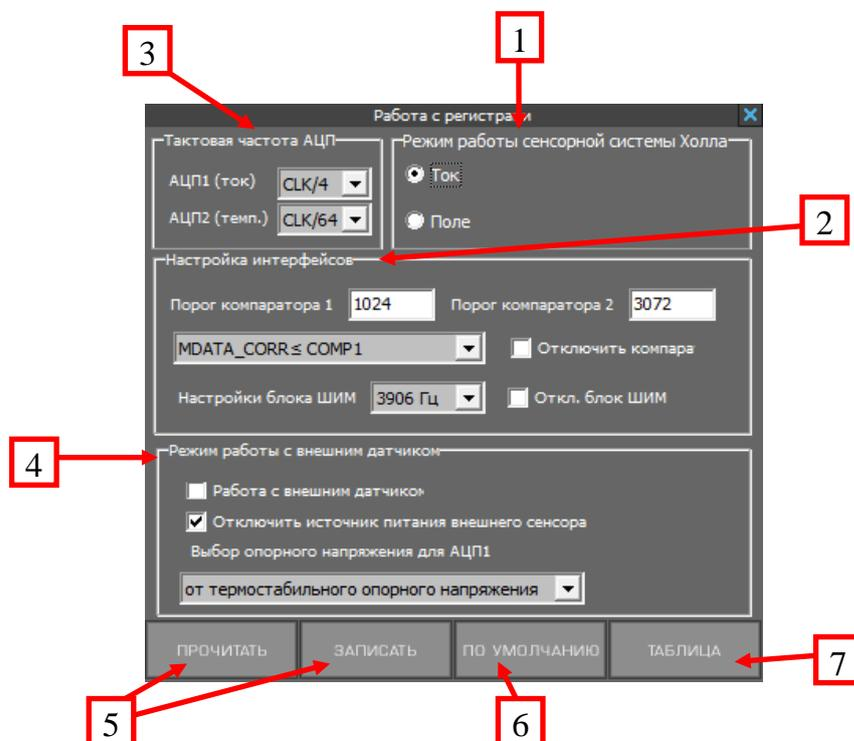

Рисунок 13 – Расположение функционала интерактивных кнопок, ниспадающих меню и полей выбора меню «РЕГИСТРЫ»
3.4.3 Подменю «Режим работы сенсорной системы» (рисунок 13 поз.1) обеспечивает выбор типа измерений элементами Холла, т.е. измерение тока в печатном проводнике или измерение внешнего однородного магнитного поля (например, от стационарного магнита, магнитное поле при этом должно задаваться по нормали к плоскости крышки микросхемы) По умолчанию режим работы сенсорной системы – измерение тока.
3.4.4 Подменю «Настройки интерфейсов» (рисунок 13 поз.2) обеспечивает:
3.4.5 Подменю «Тактовая частота АЦП» (рисунок 13 поз.3) имеет два ниспадающих меню выбора частоты дискретизации АЦП1 (12-ти битный АЦП) и АЦП2 (7-ми битный температурный АЦП). Выбор частоты дискретизации осуществляется относительно частоты внутреннего генератора с частотой $CLK = 8$ МГц и составляет CLK , $CLK/2$, $CLK/4$, $CLK/8$. Рекомендуемая частота АЦП1 = $CLK/4$.
3.4.6 Подменю «Режим работы с внешним датчиком» (рисунок 13 поз.4) два поля для выбора «Работа с внешним датчиком» (при выборе этого интерактивного поля микросхема переключается на работу с внешним датчиком, по умолчанию установлена сенсорная система на основе элементов Холла), а также поле выбора «Отключить источник питания внешнего сенсора». Также имеется ниспадающее меню «Выбор опорного напряжения для АЦП1» - «от термостабильного опорного напряжения» и «от источника тока, выводы IEXТ, UL» - данные меню
3.4.7 Интерактивные кнопки «ЗАПИСАТЬ» и «ПРОЧИТАТЬ» обеспечивают запись и чтение данных регистров микросхемы (рисунок 13 поз.5).
3.4.8 Интерактивная кнопка «ПО УМОЛЧАНИЮ» (рисунок 13 поз.6) обеспечивает запись типовых регистров микросхемы K5331HH015 (используется для возврата к первоначальным настройкам микросхемы), при этом при нажатии кнопки «ПО УМОЛЧАНИЮ» появляется меню подтверждения «Записать в регистры значения по умолчанию?», как показано на рисунке 14
3.4.9 Интерактивная кнопка «Таблица» (рисунок 13 поз.7) обеспечивает вывод карты регистров с целью проверки их записи (используется при заводских настройках). Внешний вид подменю «ТАБЛИЦА» приведен на рисунке 15.